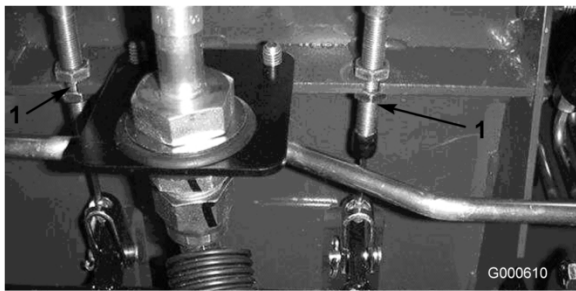

Figura 51
- A. Allentate il dado anteriore sull’estremità filettata del cavo del freno (Figura 51).